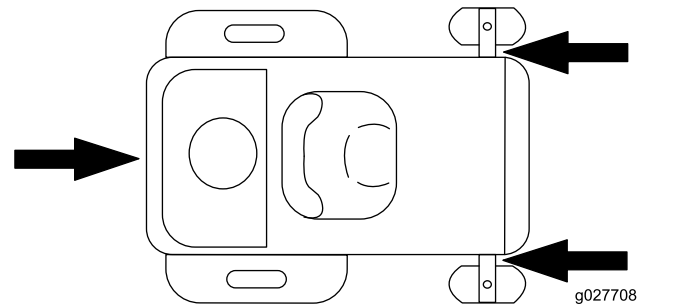

Figura 24
- Sujete la máquina firmemente al remolque o al camión con cadenas, correas, cables o cuerdas. Use únicamente las cuatro ubicaciones designadas de la posición de arranque del cortacésped: dos del lado izquierdo y dos del lado derecho (Figura 24). Use estas ubicaciones incluso cuando transporte el cortacésped con un accesorio acoplado. Si usa ubicaciones no designadas, puede dañar el cortacésped o el accesorio.